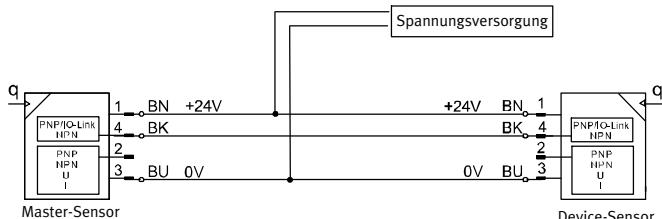

Fig. 16 Beispiel Anschlussbelegung SFAH-...M8
- Der Master-Sensor ist mit dem Device-Sensor und der Spannungsversorgung verbunden (→ Fig. 16).